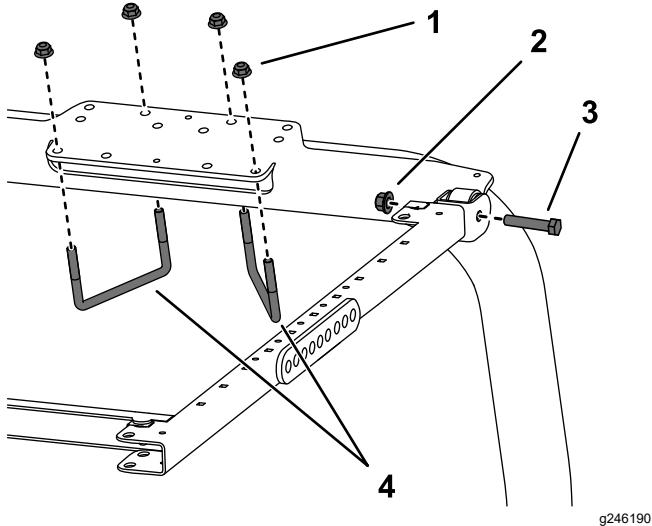

Bild 31
7. Befestigen Sie die Befestigungshalterung des Überrollschutzes an der Oberseite des Überrollbügels der Zugmaschine (Bild 31). Stellen Sie sicher, dass der Überrollbügel in der Befestigungshalterung des Überrollschutzes zentriert ist.
8. Befestigen Sie die Befestigungshalterung des Überrollschutzes mit zwei U-Bügeln ($4\frac{1}{2}" \times 2\frac{3}{4}"$) und vier Bundmuttern in den in Bild 31 abgebildeten Befestigungslöchern an der Oberseite des Überrollbügels.